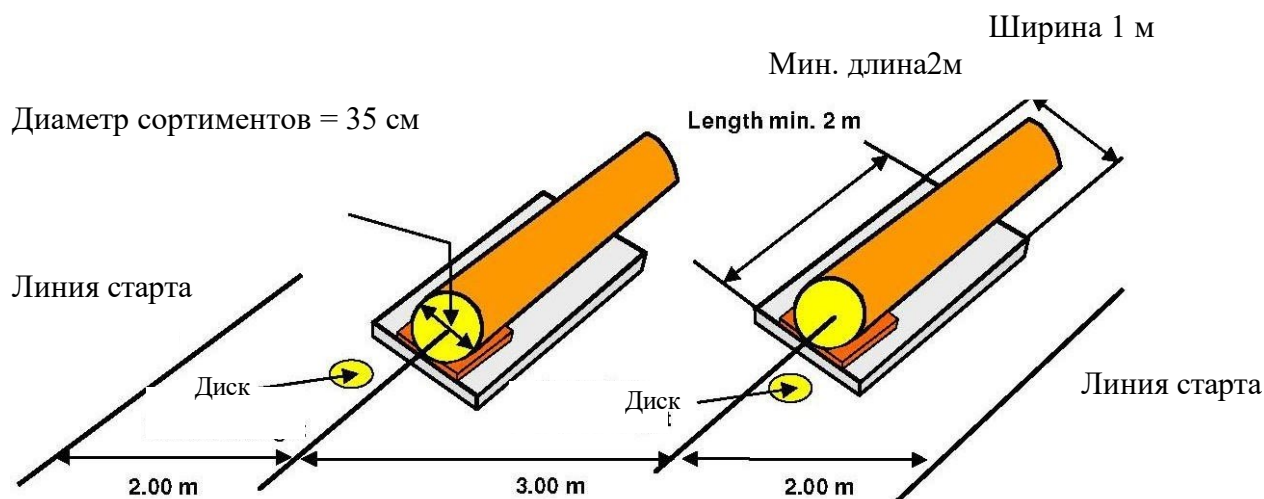

Рис. 31. Точная раскрывка – подготовка площадки
1. Установка двух сортиментов с обрезанными торцами горизонтально, параллельно друг другу на двух подготовленных заранее основаниях. Сортименты должны быть предварительно оцилиндрованы на станке до диаметра 35 см. Основания должны быть шириной 1 метр, длиной не менее 3 метров и могут быть несколько выше уровня земли. Расстояние между бревнами– 3 метра. Сортименты должны располагаться строго на основаниях, абсолютно параллельно уровню земли (рис. 31 – 32).
У торца сортимента кладут деревянный диск, на который участник может поставить бензопилу, чтобы остановить цепь перед переходом к другому сортименту (рис. 31).